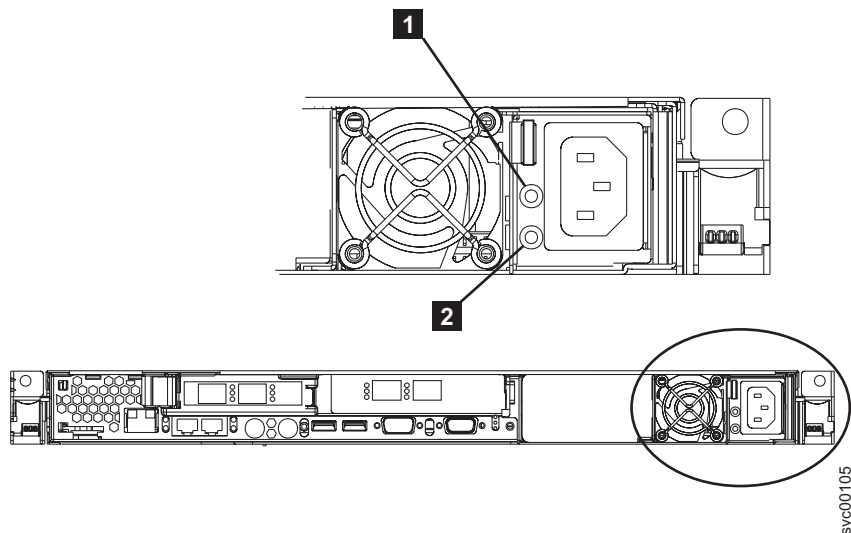

図 148. AC および DC 電源 LED
5. 電源装置のファンが始動し、電源装置上の AC 電源 LED **1** と DC 電源 LED **2** が点灯 (電源装置が正しい作動状態であることを示す) していることを確認します。495 ページの図 148 を参照してください。